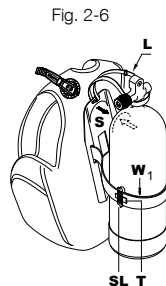

Fig. 2-6
2. Si el chaleco hidrostático tiene una espaldera rígida, coloque la cavidad (S) de la espaldera en el hombro de la botella (Fig. 2-6) y ajuste la correa (Fig. 2-5 y 2-7) del cinturón de apertura rápida (W1) alrededor de la botella. En los chalecos hidrostáticos de espaldera rígida, la correa de seguridad (L) (Fig. 2 - 6) se ajusta en la parte superior de la espaldera para impedir que el chaleco se deslice hacia abajo mientras se ajusta y se cierra la correa. Una vez ajustada correctamente, la correa ayuda a reubicar a la botella en su posición correcta en el chaleco de manera fácil y sistemática.